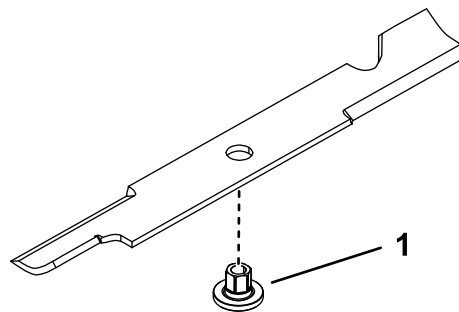

Bild 85
- Montieren Sie eine Buchse durch das Messer, wobei der Bund der Buchse auf der unteren (Gras-)Seite des Messers liegen muss (Bild 85).